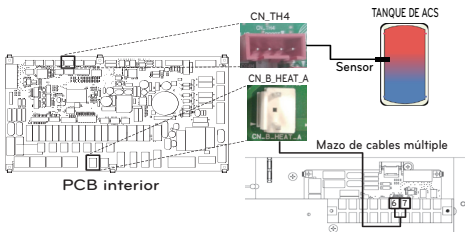

Fig. 1
Paso 2. Conecte el mazo de cables (violeta) del conjunto del PCB principal (TB1(6/7)) a "CN_B_Heat_A" en el PCB principal como se muestra en la siguiente fig. 1.
Paso 4. Conecte el suministro de alimentación eléctrica al tanque de ACS como se muestra en la fig. 1.